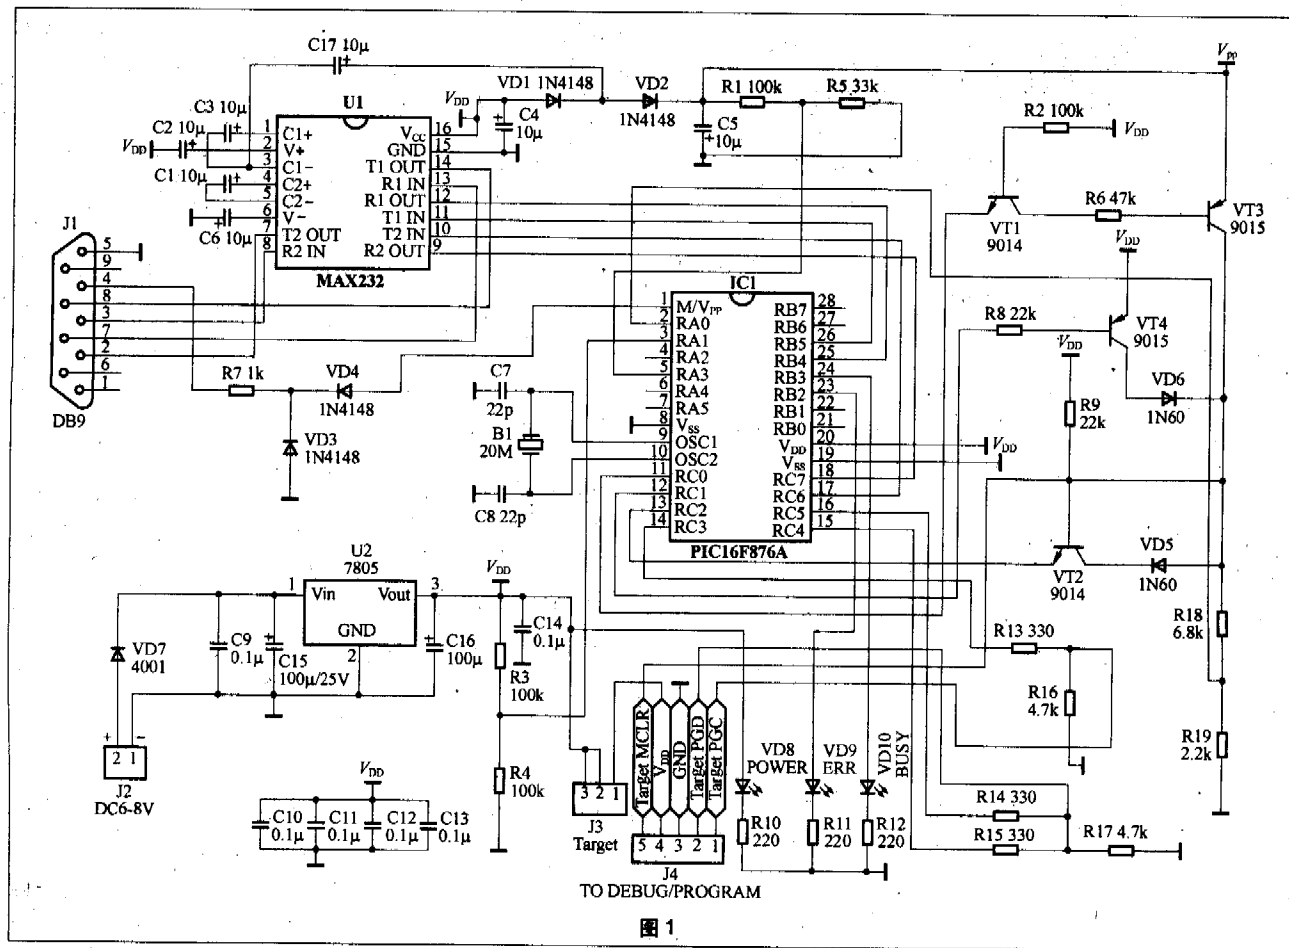

图1
电路如图 1 所示,下面简单对其原理进行分析:(1) MAX232 是 ICD2 与 PC 机串行通信的接口芯片,完成与